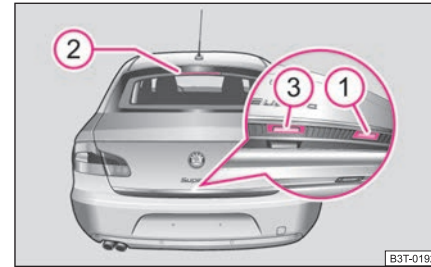

Abb. 31 Griff der Gepäckraumklappe
- Drücken Sie den Griff  ⇒ Abb. 31 an der Unterkante der Gepäckraumklappe.
- Drücken Sie auf den Griff ③ und heben Sie gleichzeitig die Gepäckraumklappe an.